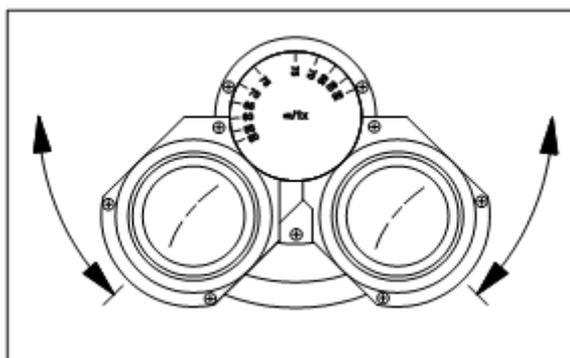

图 12 调节瞳距
- 将目镜镜筒对称调节，或者将其分开，以便将镜筒间距调节为您的瞳距（图 12）。